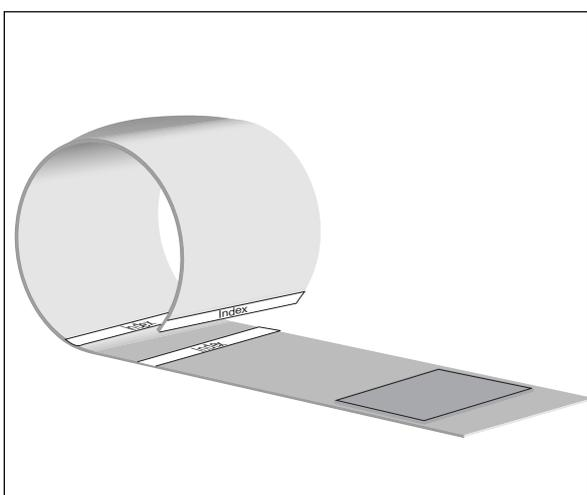

Bild 4-2 Manschetten appliceras
- Den vita streckade linjen vid manschettens slut ska vara placerad mellan de två streckade linjerna **Index** när du stänger manschetten (passar inte detta bör du byta manschettstorlek, Bild 4-2).